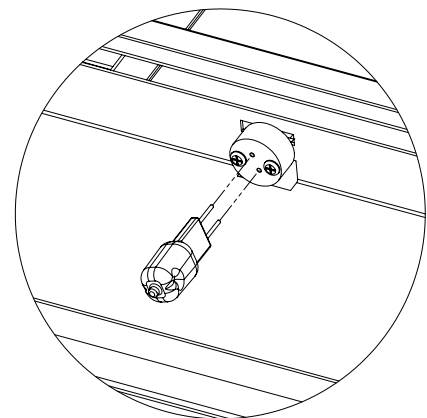

Figure 26. Remplacement de L'ampoule Halogène
6. Porter des gants de coton pour remplacer les ampoules halogènes. Grab fermement à la base et tirer tout droit pour enlever ; remplacer l'ampoule si nécessaire. Saisissez la nouvelle ampoule par le manchon en polystyrène. Il est essentiel que vos doigts nus ne touchent pas l'ampoule (voir Figure 26). **Les huiles de vos doigts réduiront considérablement la durée de vie de l'ampoule.**